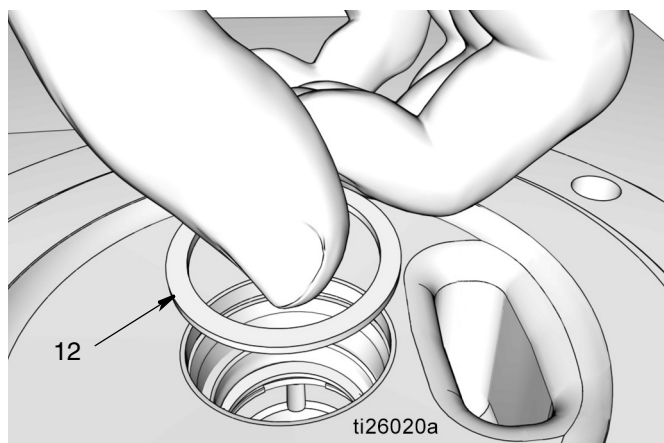

FIG. 36
- Monter l'entretoise (12) (FIG. 36).